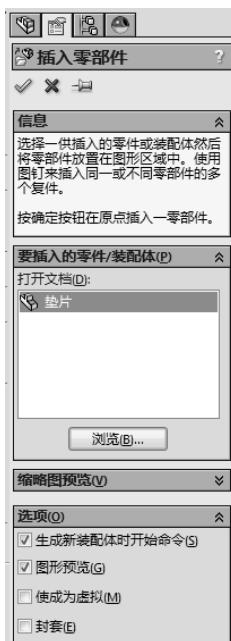

图 10-4 设置插入零部件操控板
- 单击装配体工具栏上的【插入零部件】按钮，出现插入零部件操控板，单击【浏览】按钮，打开一现有文件垫片，设置插入零部件操控板，如图 10-4 所示。